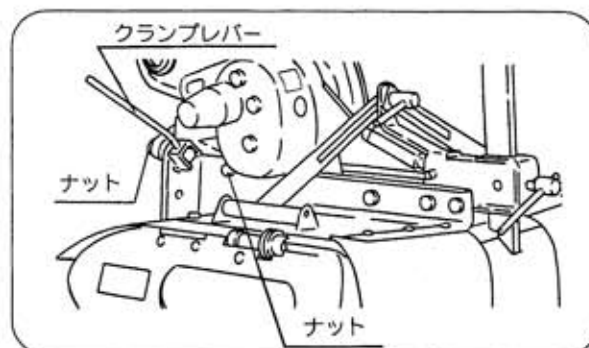

図15
- クランプレバーでロータリ本体を固定します。（図15）
- シャーシフレームを締付けてある3ヶ所のナットをゆるめてください。（図15）